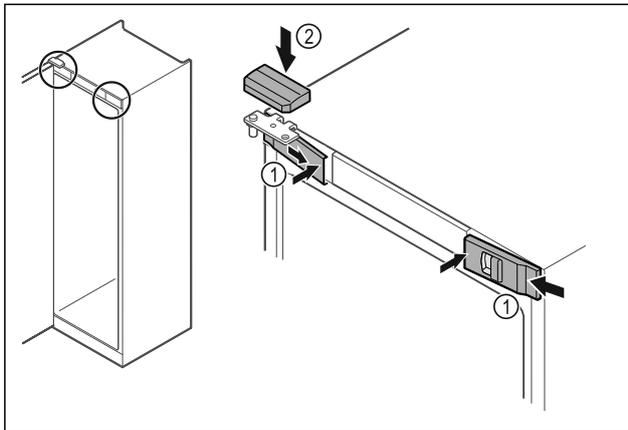

Fig. 50
- ▶ Enganchar las cubiertas delanteras Fig. 50 (1) lateralmente y encajar el interior.
- ▶ Encajar la cubierta superior Fig. 50 (2) desde arriba.